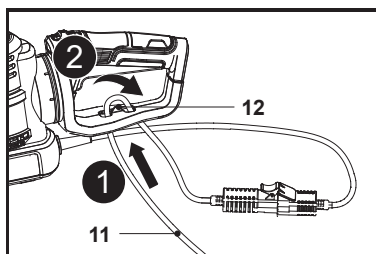

Fig. 3
2. Replier le cordon d'alimentation (11) à environ 20 cm de la prise, faire passer la boucle dans le trou du support de câble (12) et accrocher la boucle sur le crochet (Fig. 3, étapes 1, 2).